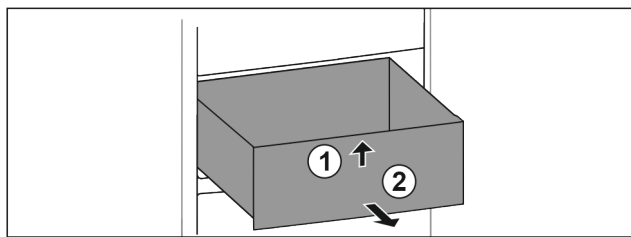

Fig. 64
- ▶ Повдигнете чекмеджето отпред. Fig. 64 (1)
- ▶ Извадете чекмеджето напред. Fig. 64 (2)